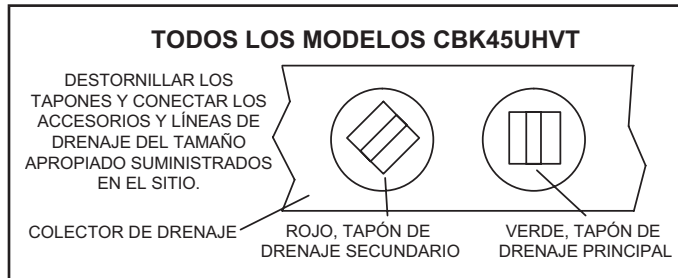

FIGURA 15. Conexiones de las líneas de drenaje
- 3 - Coloque la unidad de modo que esté inclinada hacia el extremo del colector de drenaje de flujo ascendente y nivélela desde el extremo delantero al extremo trasero (consulte la FIGURA 15).
Asegúrese de que la unidad esté inclinada (similar a la pendiente en la FIGURA 15) de modo que el colector de drenaje se vacíe por completo sin que quede agua estancada en el colector.